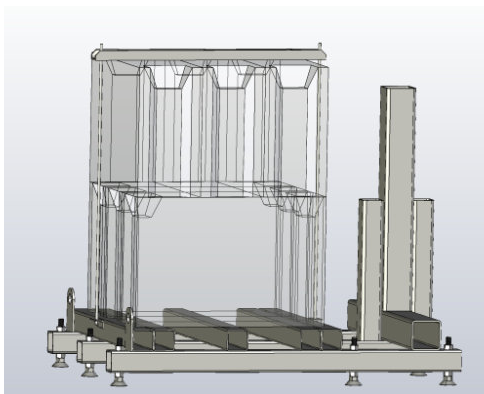

Рис. 9 База с установленными блоками ФБС
6. С помощью спецтехники установить на раму бетонные блоки ФБС. Блоки устанавливать по три блока в ряд в два яруса. После установки зафиксировать блоки планкой и шпильками с резьбовым соединением. (рис. 9)